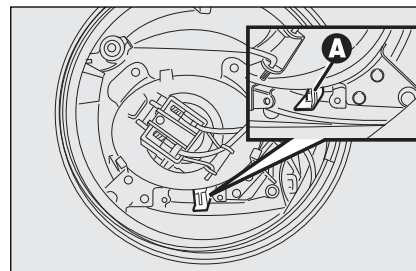

fig. 102
- zet de hendel **A-fig. 102** opzij;